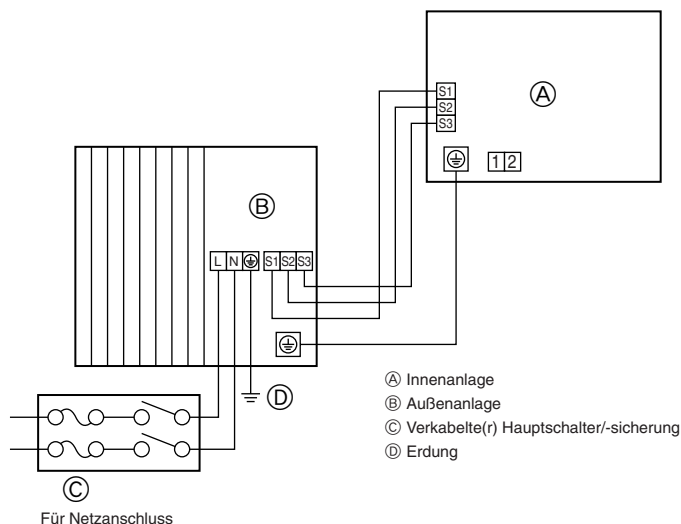
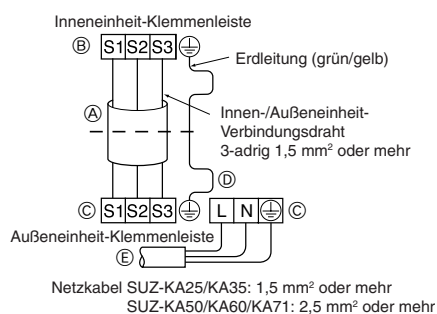
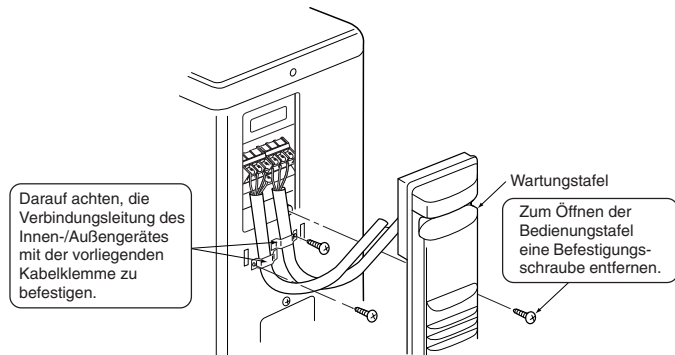
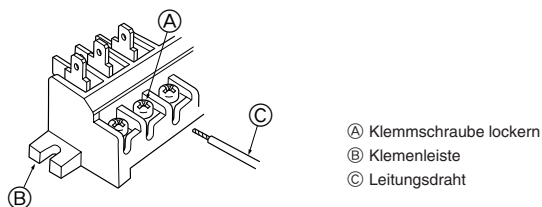

Fig. 6-1
Fig. 6-2
Fig. 6-3
Fig. 6-4
6.1. Außeneinheit (Fig. 6-1, Fig. 6-2, Fig. 6-3, Fig. 6-4)
- ① Die Wartungstafel entfernen.
- Verdrahtung wie in der Abbildung links unten dargestellt vornehmen. (Kabel ist vor Ort zu beschaffen) (Fig. 6-2)
- (A) Anschlußkabel
- (B) Innenanlage-Klemmenleiste
- (C) Außenanlage-Klemmenleiste
- (D) Achten Sie darauf, daß das Erdungskabel länger ist als die anderen, spannungsführenden Kabel.
- (E) Netzkabel für die Stromversorgung
- **Sorgfältig darauf achten, Fehlverdrahtung zu verhindern. (Fig. 6-4)**